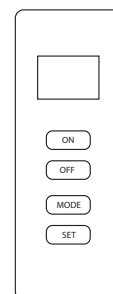

Fig.19 - Control remoto
- Si el piloto se apaga repita los pasos 3 al 7. Espere (1) minuto antes de intentar encender el piloto de nuevo. Si después de varios intentos el piloto todavía se apaga, gire la perilla de control del gas hacia la derecha a la posición “OFF” y llame a un técnico de servicio calificado.
9. Para usar el control remoto termostático incluido, coloque el interruptor del receptor en la posición “REMOTE” (Ver Fig. 19). Presione el botón ON para encender el control remoto y encender el quemador principal. Consulte el manual de instrucción del control remoto en la página siguiente para las funciones “MODE” y “SET”.